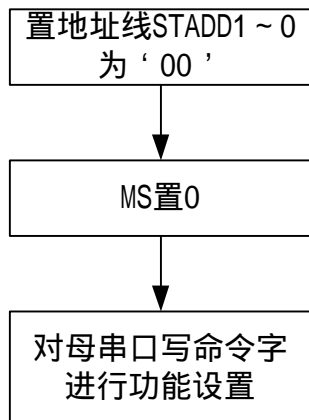
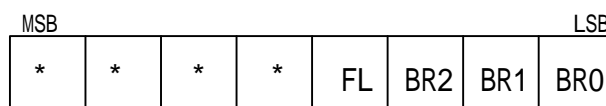

图 7 功能设置流程图
图 8 命令字寄存器结构
具体设置方法为：将地址线 STADD1~0 全置为 ' 0 '，外部 MCU 通过母串口写入控制命令对芯片进行设置。设置流程参见图 7：
3、对母串口写命令字，该命令字的值为命令字寄存器相应位的设置值，但高 4 位必须全为 '1'，以便和无效数据相区别。命令字寄存器的结构如图 8 所示：
设置流程参见图 7，命令字寄存器结构参见图 8，其中 FL 是用来设置帧长的位，为 '0' 表示 10bit，'1' 表示 11bit。
波特率的设置：在两种工作模式下，将地址线 STADD1~0 全置为 '0'，外部 MCU 可以通过母串口写入特定的控制命令对串口工作波特率进行设置。设置流程参见图 7，命令字寄存器结构参
见图 8，其中 BR2~0 是用来设置波特率的位。